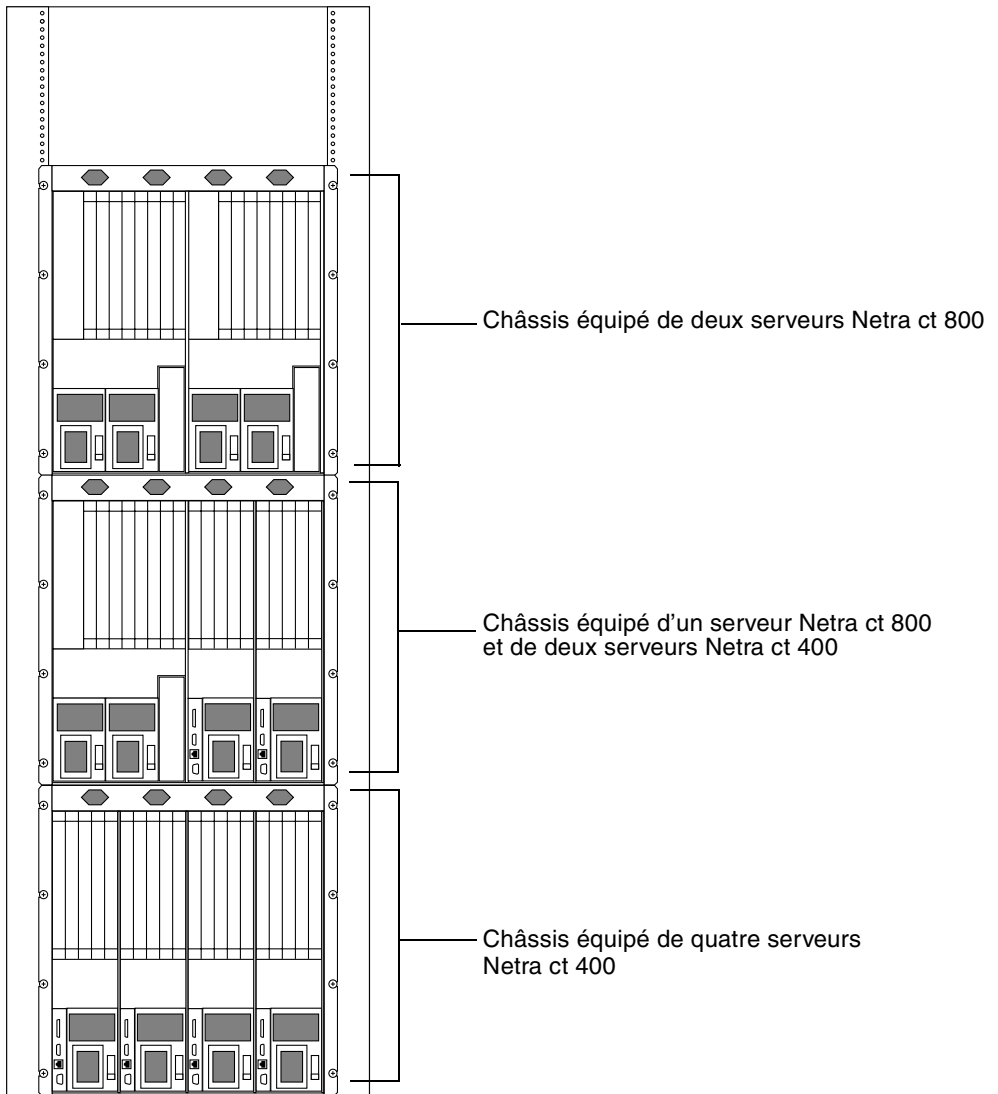

FIGURE 2-3 Exemple de configuration 1 : trois châssis, pas de périphérique SCSI externe
- FIGURE 2-3—Exemple de configuration 1 : trois châssis, pas de périphérique SCSI externe